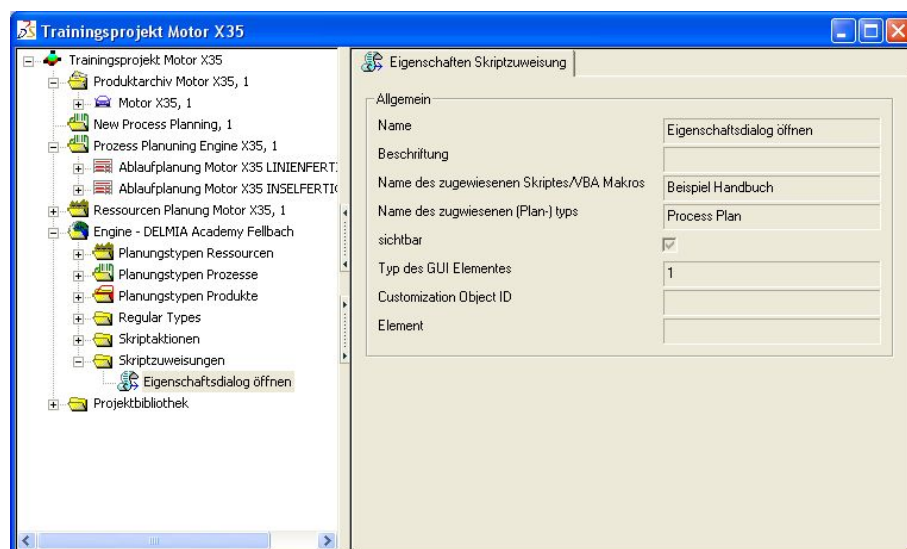

Abbildung 233: Skriptzuweisung erzeugen
- ➔ Erzeugen Sie im zweiten Schritt eine Skriptzuweisung. Ordnen Sie der Skriptzuweisung das erzeugte Skript und den Planungstypen zu, auf dem der Eigenschaftsdialog mit Hilfe des Skripts geöffnet werden soll. Siehe Abbildung 233.